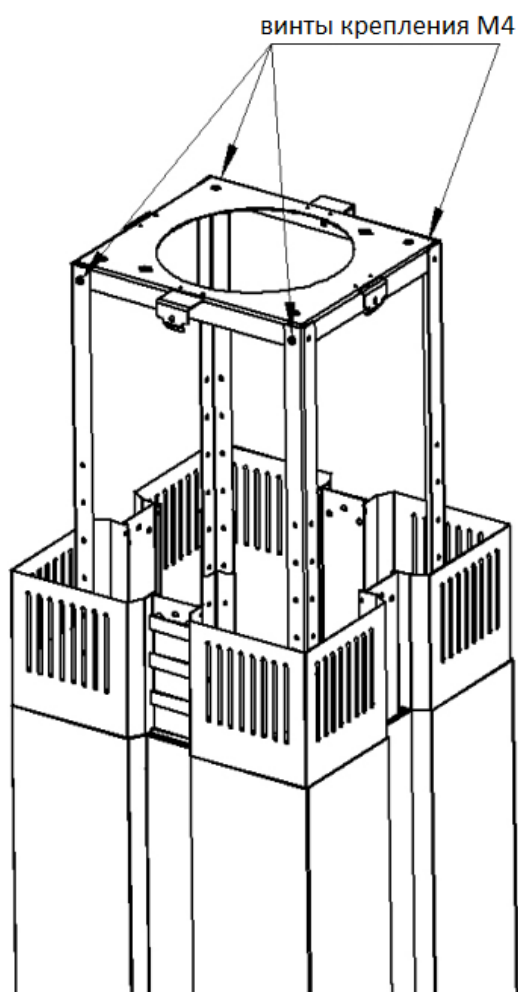

Рис. 4
3. Прикрепите вытяжку к потолочной пластине с помощью винтов М4 (рис. 4).